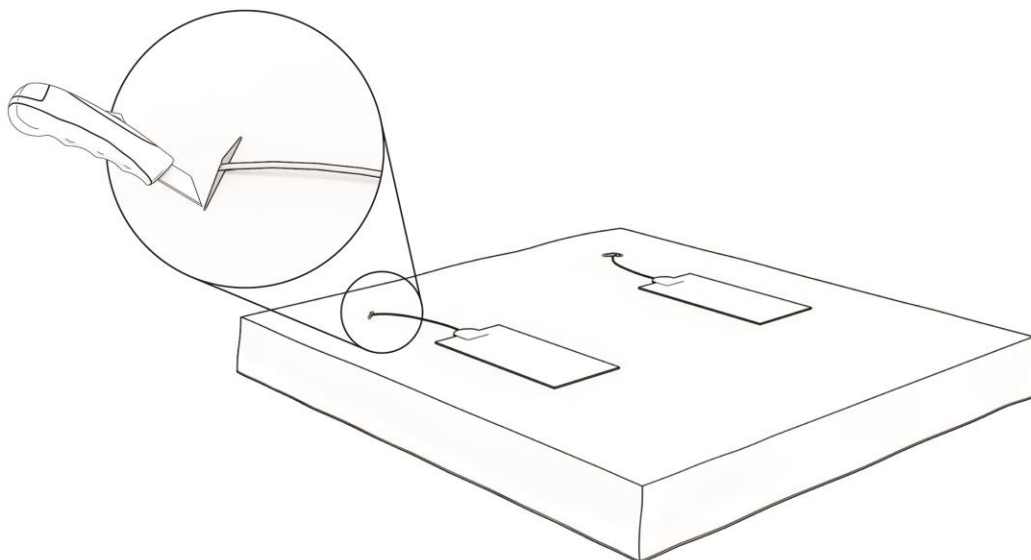

Abbildung 10: Positionierung der Heizelemente und Schlitzze für die Kabel.
Schritt 11. Positionieren Sie die Heizelemente auf dem unteren Teil des Bezuges, wie in Abbildung 10 dargestellt. Es gibt zwei Varianten eines unteren Bezuges. Eine hat vorgestanzte Löcher im Boden des Bezuges, durch die die Kabel der Heizelemente geführt werden können. Bei der anderen Variante muss man mit einem Stanley-Messer selbst Schlitze in den Boden des Bezuges, an den in Abbildung 10 gezeigten Stellen, anbringen und die Heizelementkabel durch diese Schlitze im Bezug und durch die Löcher in den Bodenplatten führen.